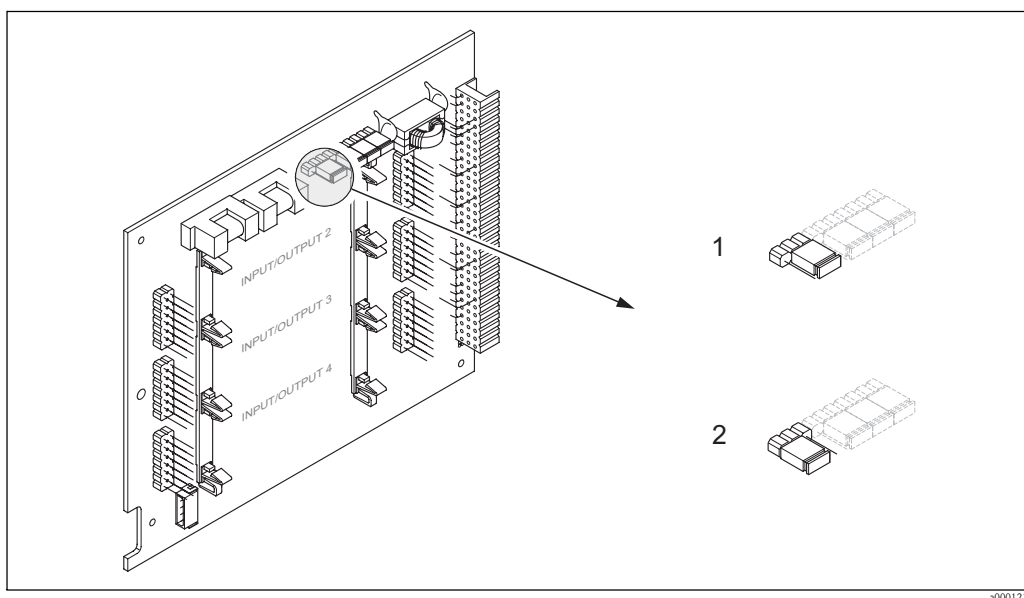

Fig. 30: Activación/desactivación de la protección HART contra escritura
3. Active o desactive, según el caso, la protección HART contra escritura mediante el puente de conexión (→ Fig. 30).